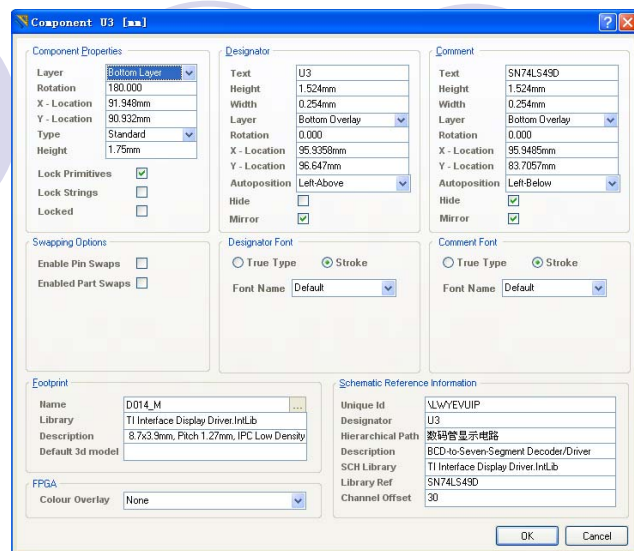
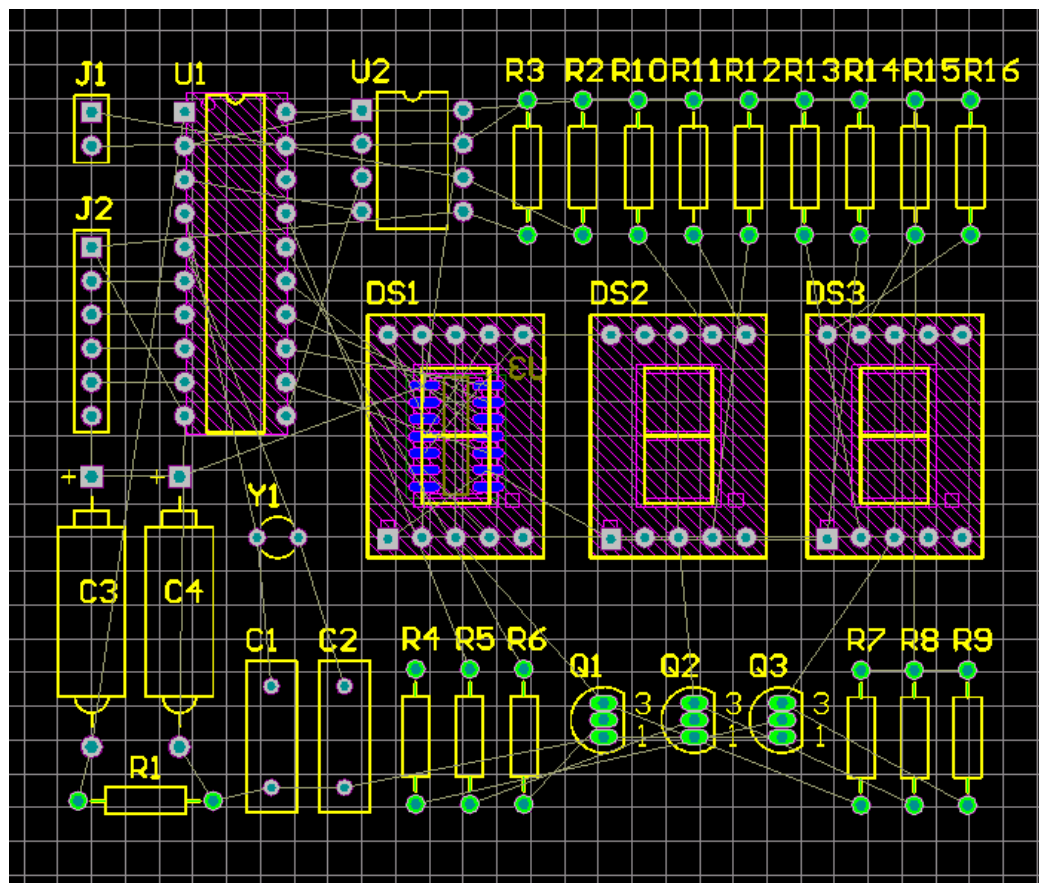

图9-8 “Component U3”对话框
图9-9 手动布局完成后的PCB板
(2) 双击元件“U3”，按Tab键，打开如图9-8所示的“Component U3”对话框。在“Component U3”对话框中“Component Properties”区域内的“Layer”下拉列表中选择“Bottom Layer”项，单击“OK”按钮，关闭该对话框。此时，元件“U3”连同其标志文字都被调整到PCB板的底层，把“U3”放在DS1元件位置的底层（DS1的元件放在顶层）。
- (3) 放置其它元件布置到PCB板顶层，然后调整元件的位置。调整元件位置时，最好将光标设置成大光标，方法：单击鼠标右键，弹出菜单，选择Options → Preferences，弹出Preferences对话框，光标类型（Cursor Type）处：选择Large 90即可。
- (4) 放置元件时，选择于其它元件连线最短，交叉最少的原则，可以按Space键，让元件旋转到最佳位置，才放开鼠标左键。
- (5) 如果电阻R2、R3、R10-R16排列不整齐，可以选中这些元件，在工具栏上按“”图标，弹出下拉工具，选“”图标，再选“”图标后，即可把电阻布置整齐。
- (6) 在放置元件的过程中，可以按G键，设置元件的Snap Grid以及Component Grid，以方便元件摆放整齐。也可以设置PCB板是采用公制（Metric）或英制（Imperial）单位，最好采用英制单位。布置完成后的PCB板如图9-9所示。